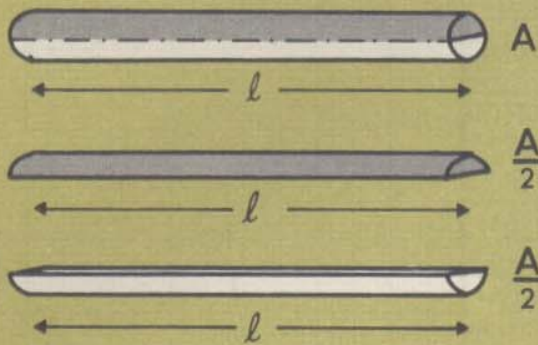

figura 8
- O fio é cortado em dois pedaços de comprimento $l/2$. Qual é a resistência e qual a resistividade dos dois pedaços (figura 8-a)?
- O fio é cortado longitudinalmente em dois pedaços iguais (figura 8-b). Qual é a resistência e qual a resistividade de cada pedaço?